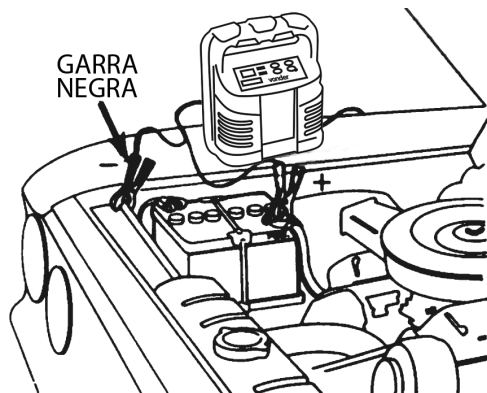

Fig. 4 – Cargando la batería en el vehículo
- 1 - Conecte la garra roja del cargador en el polo positivo de la batería, Fig. 4;
- 2 - Conecte la garra negra del cargador en el chasis, lejos de la línea de la batería y combustible, Fig. 4;